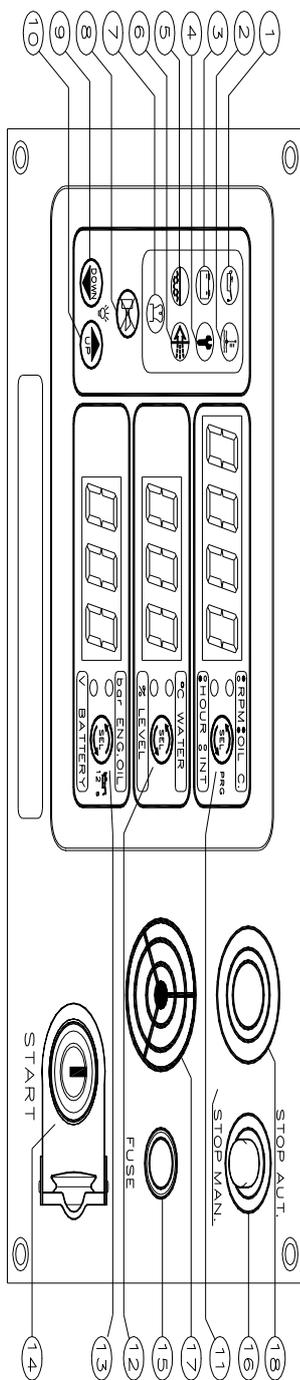

Fig. 1 - CM2A3A panel
4. ALLARMI, SEGNALAZIONI E COMANDI (vedere Fig.1: frontale CM2A/3A)